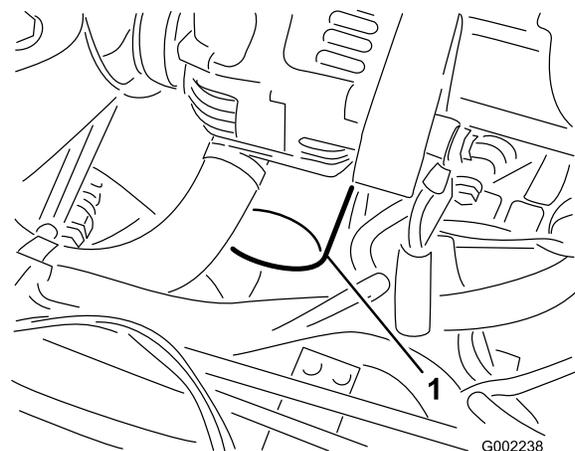

Figura 43
- Retire el filtro de aceite usado (Figura 43).
10. Instale el filtro de aceite nuevo en el adaptador del filtro. Gire el filtro en el sentido de las agujas del reloj hasta que la junta de goma entre en contacto con el adaptador del filtro, luego apriete el filtro media vuelta más (Figura 43).